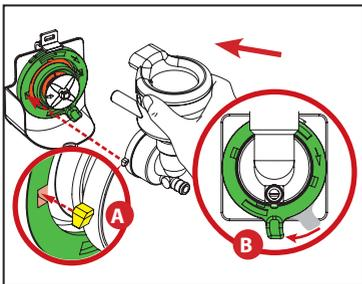

Abb. 4
3. Die Montageplatte im Uhrzeigersinn drehen, bis die Mischeröffnungen in der 3-Uhr- und der 9-Uhr-Position ausgerichtet sind. Die Führungshaken am Mischbecher ausrichten und durch die Platte in das Gehäuse (A) einführen. Den Mischbecher einrasten, indem die Montageplatte im Uhrzeigersinn bis zum Anschlag gedreht wird, sodass die Lasche in der verriegelten Position ist (B) (siehe Abbildung 4).